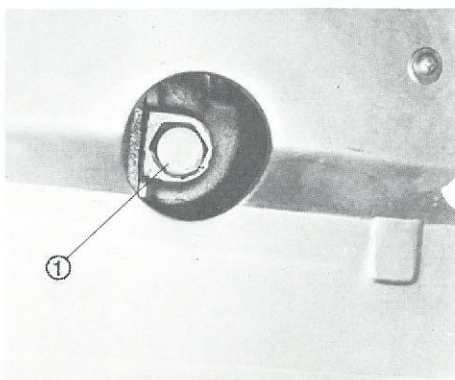

Abb. 26 A
**Getriebe:** Lassen Sie alle **10000 km** den Getriebeölstand kontrollieren. Das Öl muß bis zum unteren Rand der Öffnung ② (Abb. 25) stehen. Falls erforderlich, mit einem Öl der Viskosität **SAE 80 Hypoid** auffüllen (oberer Stopfen ① (Abb. 26)) An diesen Stopfen kommen Sie heran, durch Abschließen des Kühlluftschalters.
(Abb. 26)